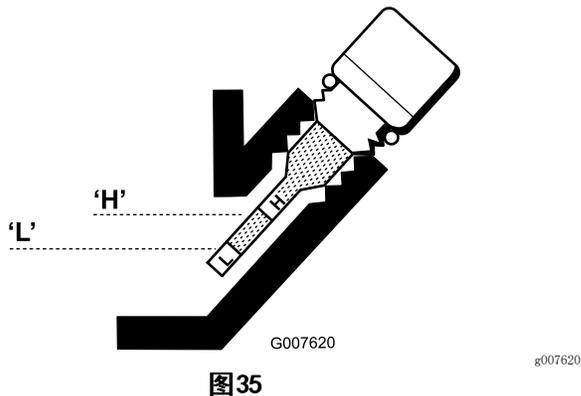

图35
6. 如果油位较低、请添加足够的机油、使油位升到量油尺的“H”与“L”标记之间（图35）。检查机油油位。